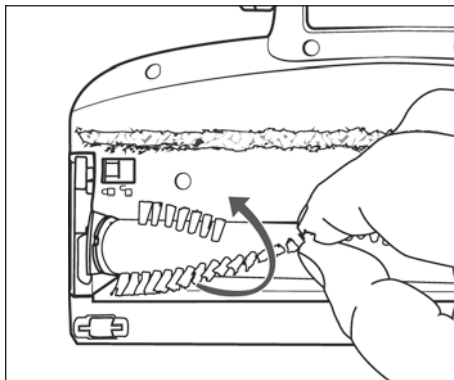

Fig. 25
- 3) Sfilare il rullo a spazzola ❶ tirandolo dalle setole fuori dalla spazzola per pavimenti ❷. Ruotare leggermente il rullo a spazzola ❶ per poterlo togliere più facilmente (vedere fig. 25).